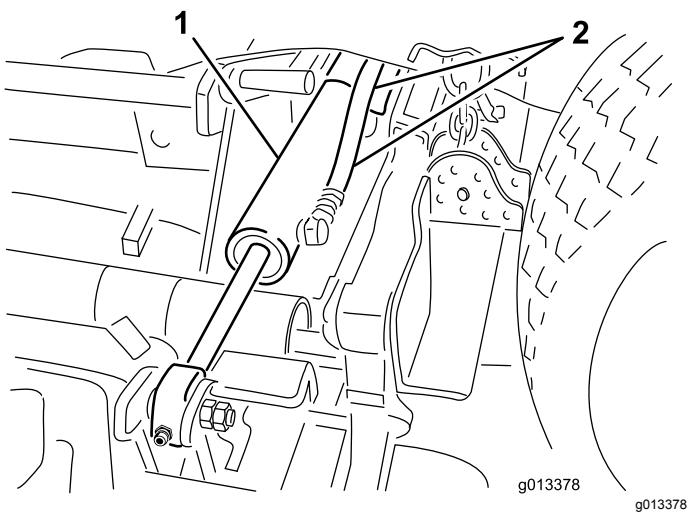

Figura 3
6. Desconecte las mangueras hidráulicas de los cilindros de elevación de las carcassas laterales (Figura 3).